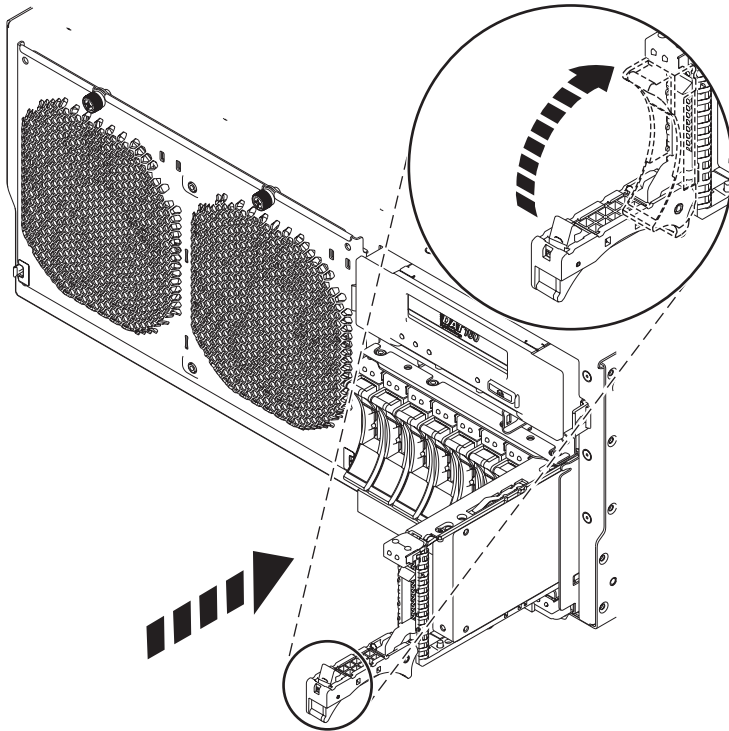

Figure 21. Remplacement d'une unité de disque dans l'unité centrale
7. Lorsque le voyant d'identification s'allume et reste fixe, faites glisser complètement l'unité de disque ou l'unité SSD dans l'unité centrale ou dans une unité d'extension, et poussez complètement la poignée (A) de l'unité jusqu'à ce qu'elle se verrouille, comme indiqué à la figure 21.